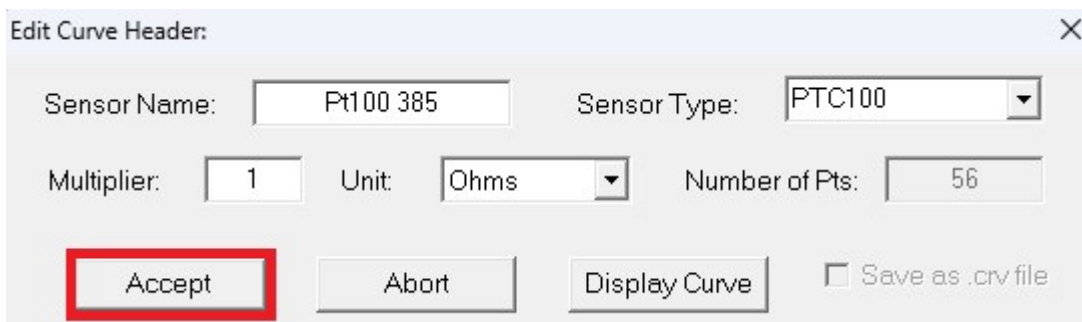

图 4.9 Edit Curve Header
2、在选择曲线后，程序会跳出图 4.9 所示界面，一般会自动匹配参数，点击“Accept”即可。